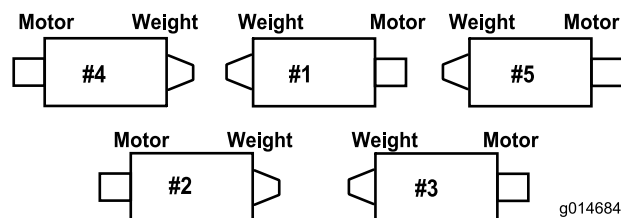

**Figure 6**
- C. Montez le boulon du tube de ressort sur la patte opposée du bâti porteur et fixez-le en position avec l'écrou à embase. La tête du boulon doit être à l'extérieur de la patte, comme montré à la Figure 6.
- D. Montez le support de tige sur les pattes du tablier de coupe à l'aide des boulons de carrosserie et des écrous (Figure 6).